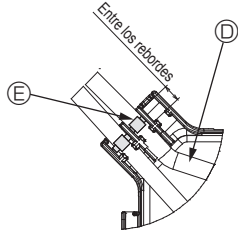

Fig. 7-6
**Cuando instale las cubiertas, compruebe que los cables no queden atrapados. Coloque la abrazadera que sujeta los cables de unión entre los rebordes de la caja de conexión, tal como se muestra en el diagrama. (Fig. 7-6)**